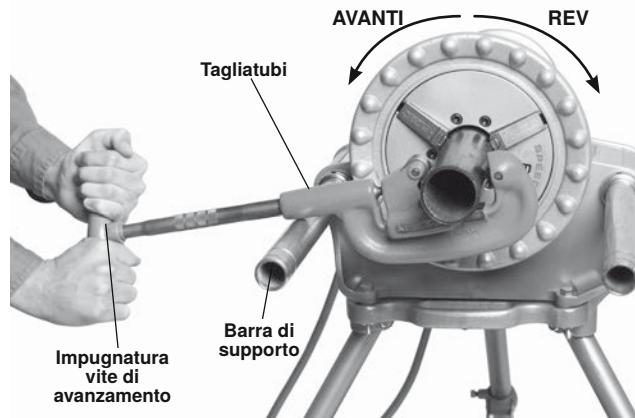

Figura 15 – Taglio di tubo con tagliatubi manuale/rotazione della macchina (mantenere il tagliatubi a contatto con la barra di supporto).
- Spostare l'Interruttore REV/OFF/FOR in posizione FOR. Premere e rilasciare l'interruttore a pedale. Il mandrino deve ruotare in senso antiorario se visto dal lato delle barre di supporto della macchina (*vedere Figura 15*). Ripetere per l'operazione REV – il mandrino dovrebbe ruotare in senso orario. Se la macchina non ruota nel senso corretto o se l'interruttore a pedale non controlla il funzionamento della macchina, non usare la macchina finché non sia stata riparata.
Rimuovere il carrello 311 prima di utilizzare l'Unità di potenza 300 con utensili manuali per tagliare, alesare o filettare tubi. Assicurarsi che la barra di supporto lato interruttore sia completamente estesa oltre la parte anteriore dell'Unità di potenza (*Figura 15*).
1. Aprire il tagliatubi ruotando la vite di avanzamento in senso antiorario. Collegare il lato aperto del tagliatubi in su (come mostrato in *Figura 15*) e allineare la ruota del tagliatubi al marchio sul tubo. Il taglio di sezioni filettate o danneggiate del tubo può danneggiare la ruota del tagliatubi.